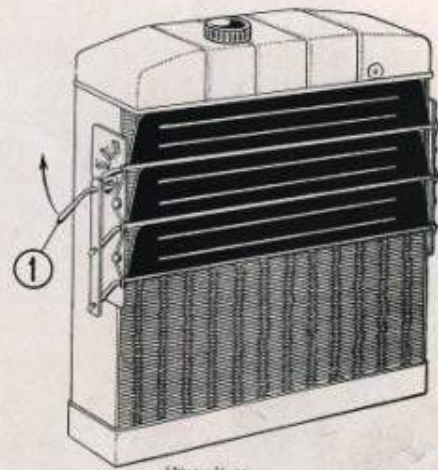

Fig. 26. Persiana del radiatore.
La persiana applicata davanti al radiatore (vedi fig. 26), ha lo scopo di proteggerlo da correnti d'aria troppo fredde. È comandata a mano, mediante un'apposita maniglia (1), situata a destra del radiatore, e può assumere quattro posizioni: